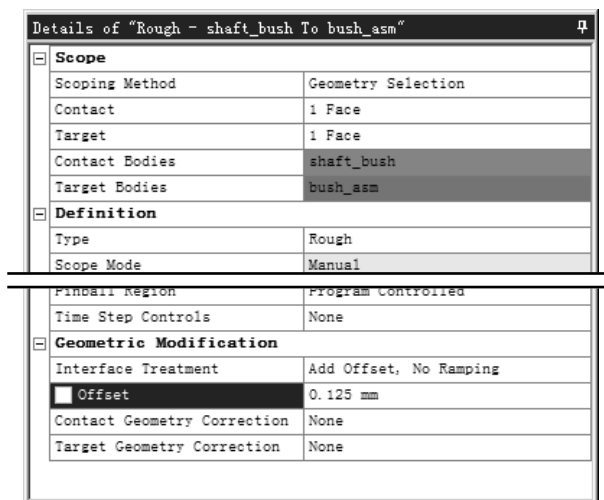

图 9.6.6 “定义接触参数”对话框
(1) 选择命令。在“Outline”窗口中选择 **Connections** 节点下的 **Contacts** 并右击，在弹出的快捷菜单中选择 **Insert** → **Manual Contact Region** 命令，弹出图 9.6.6 所示的“定义接触参数”对话框。